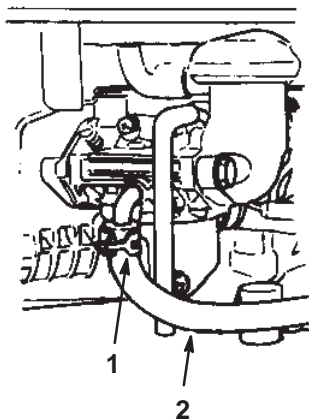

Bild 29
3. Entfernen Sie den Kraftstoffschlauch durch Lockern der Schelle am Vergaser (Bild 29).